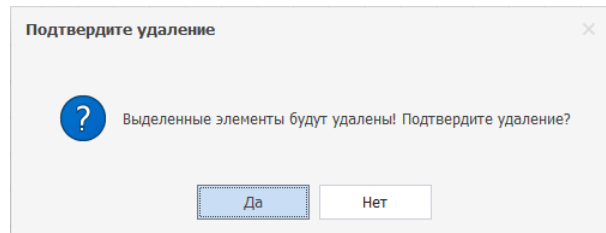

Рис. 304 Подтверждение операции удаления радиодетали
3. Подтвердить операцию удаления, см. Рис. 304.